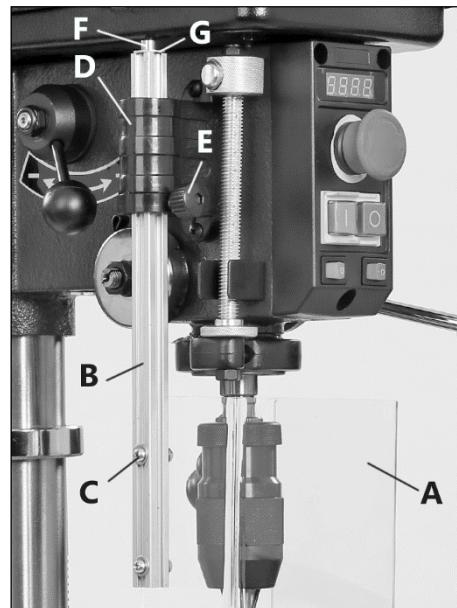

Рисунок 10.
Прикрепите защитный экран (A) (рис. 10) к направляющей (B) с помощью двух винтов, шайб и гаек (C). Вставьте направляющую в специальный кронштейн (D). Затем установите ограничительную шайбу (G) с помощью винта (F). Настройте высоту установки защиты можно с помощью винта (E).
**Внимание!** На станке имеется концевой выключатель, который не позволяет запустить станок, если экран (A) открыт.